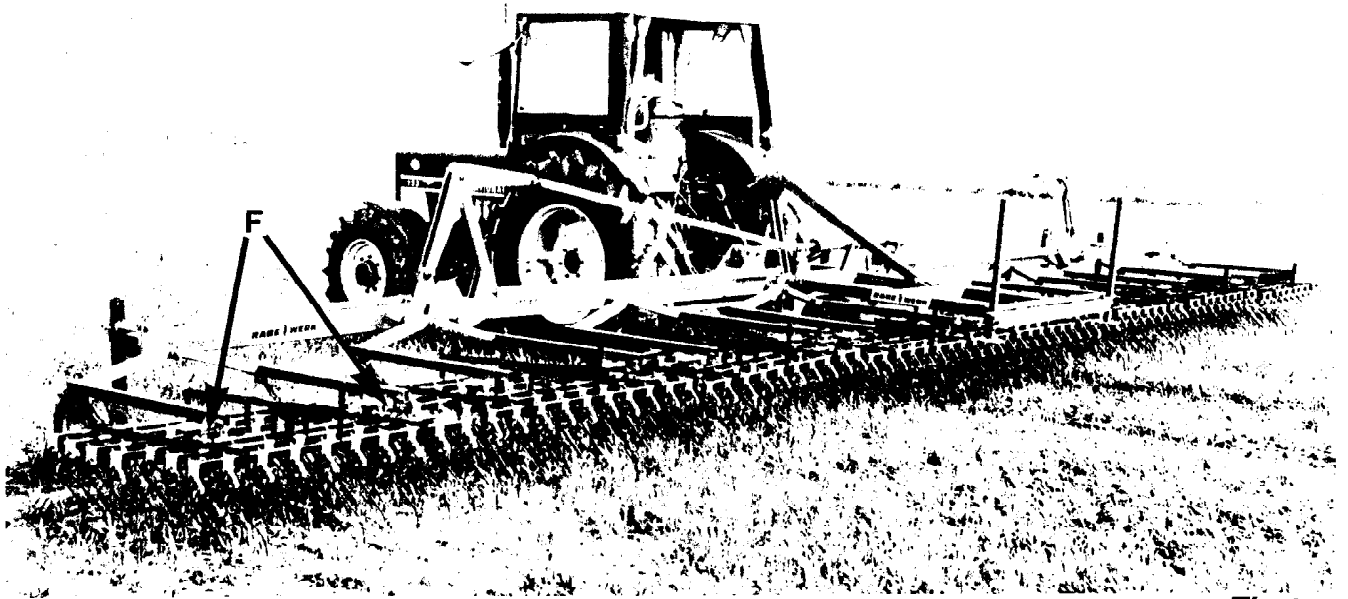
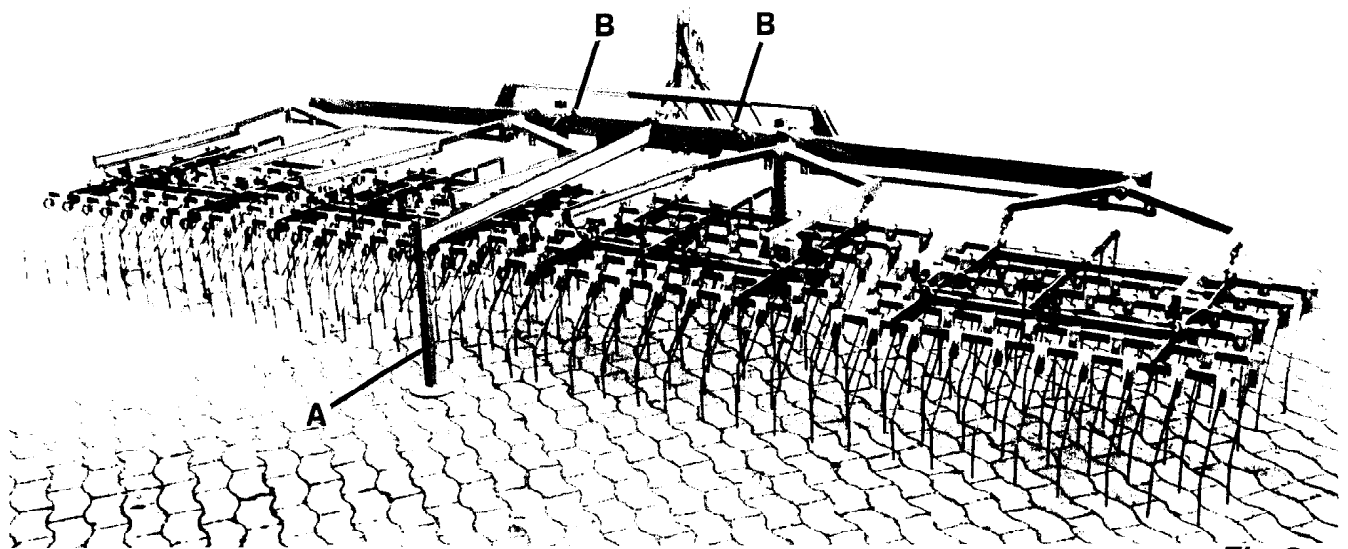

Fig.1
Fig.2
Afstelpoten omhoog zetten (A, Fig. 2 + 3).
Bij opklapbare machines voor het inklappen eerst beide vergrendelingshaken (B, Fig. 2 + 3) ieder naar "buiten" omleggen.
(Fig. 1: SER 1200; Fig. 2: SER 600)
Uitklapbare machine uitklappen; vooraf beide vergrendelingshaken ieder naar "binnen" omleggen (B, Fig. 2 + 3; om de haken te ontlasten, het bedieningsventiel voordien kort op "heffen/inklappen" zetten).
- b) achter - topstanglengte, druk op het eggenveld (bij F, Fig. 1)Het frame van de eg kan bij "agressieve tandenstand" (veel druk) volledig op de eggenvelden drukken (loopwielen zonder bodemcontact, topstanglengte aanpassen). Indien de loopwielen geen contact met de bodem mogen hebben, zonder dat het frame vol op de velden drukt (bepaalde teelten), dan de eg op "positieregeling" gebruiken.
(Fig. 2+7: SER 600; Fig. 8: SER 450)
De drukplaten van de pendelbalken (F, Fig. 1) bij slijtage tijdig vernieuwen.